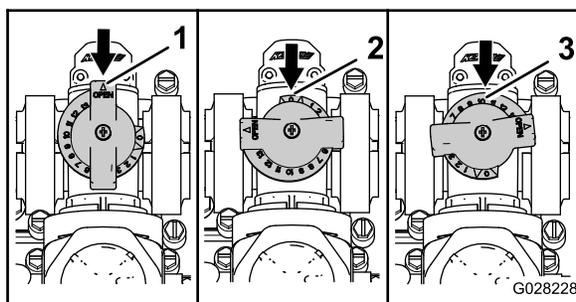

図 30
- 攪拌バイパスバルブが全「開」位置: 図 30のA
- 攪拌バイパスバルブが「閉」(0)位置: 図 30のB
- 攪拌バイパスバルブが中間位置システム水圧に合わせて調整された状態: 図 30のA